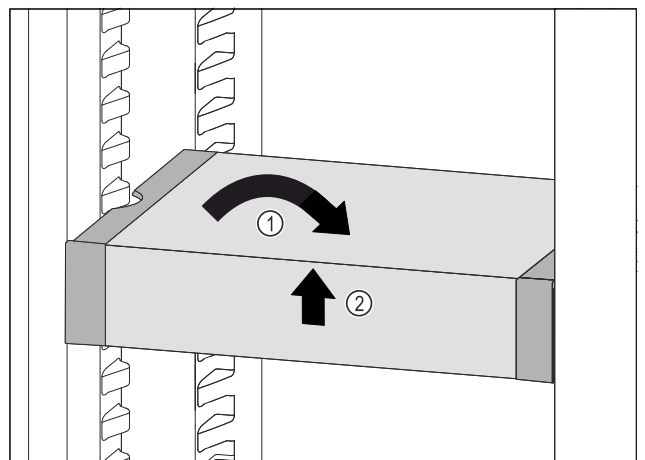

Fig. 64
▶ Coloque el VarioSafe en posición recta. Fig. 64 (1)
▶ Levante el VarioSafe por la parte delantera. Fig. 64 (2)